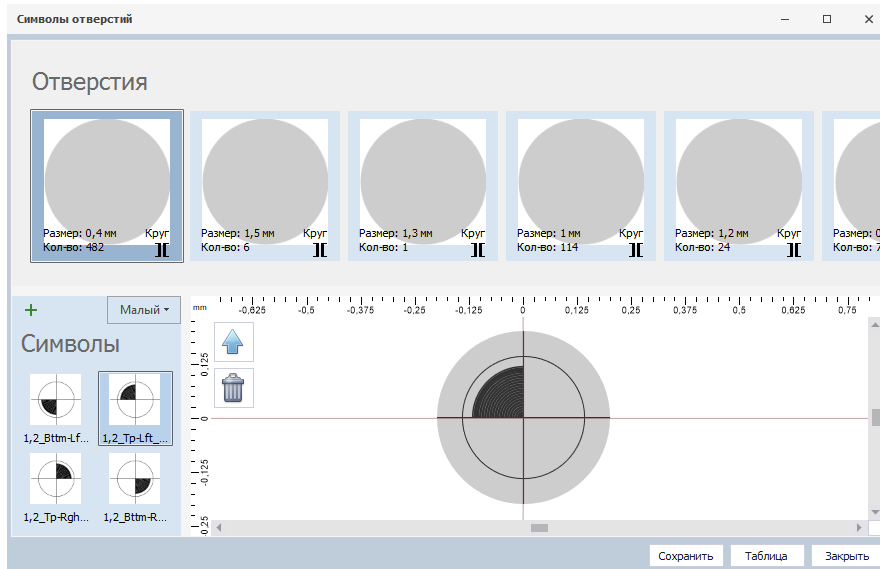

Рис. 39 Окно назначения символов отверстиям текущего проекта
3. В открывшемся окне «Символы отверстий» назначить символы для отверстий, содержащихся в текущем проекте, см. Рис. 39. Символы отверстий хранятся в разделе «Графические символы» в Стандартах системы.